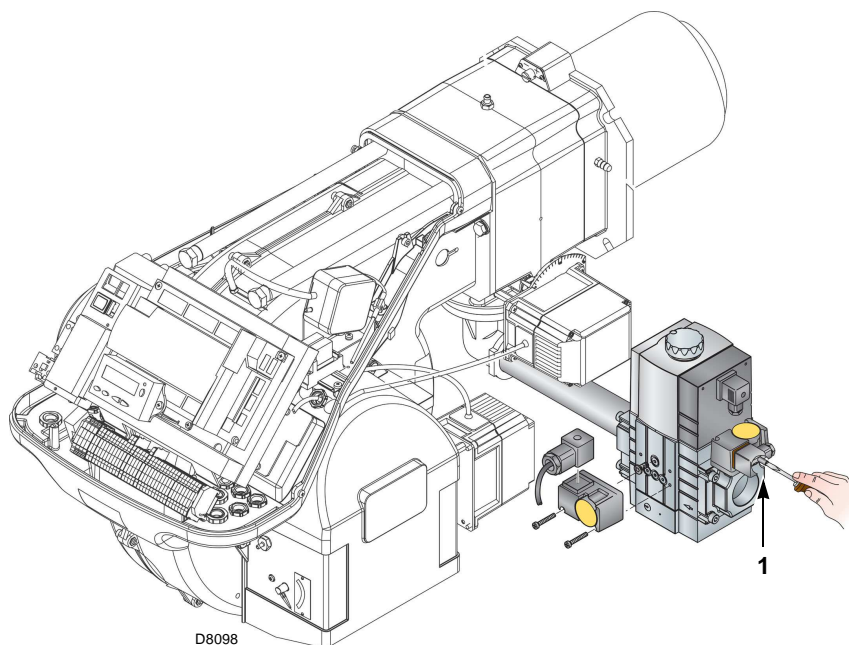

Fig. 29
- Controllare la pressione di alimentazione del gas collegando un manometro sulla presa di pressione 1)(Fig. 29) del pressostato gas di minima: deve essere inferiore alla pressione massima consentita della rampa gas, riportata nella targhetta delle caratteristiche.
- Sfiatare l'aria dalla tubazione della rampa gas, collegando un tubo in plastica sulla presa di pressione 1)(Fig. 29) del pressostato gas di minima. Portare all'esterno dell'edificio il tubo di sfiato, fino ad avvertire l'odore del gas.